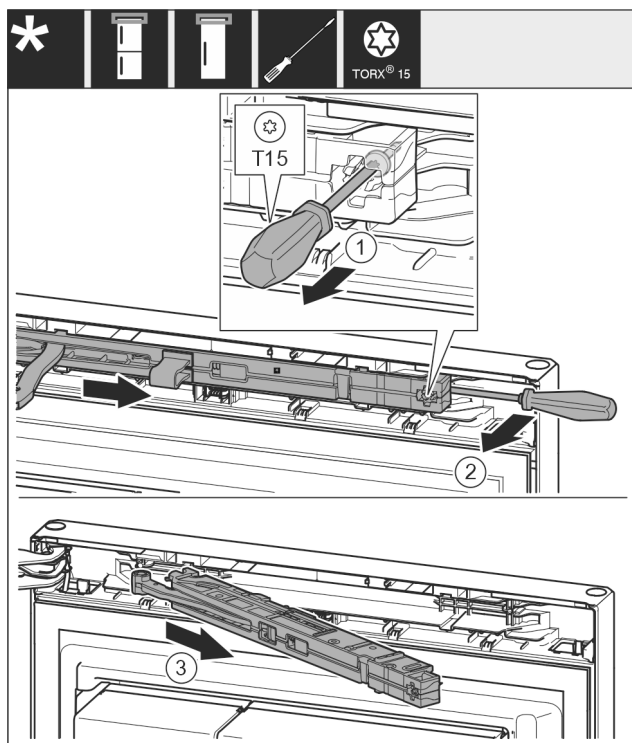

Fig. 11
- 用 T15 螺丝刀将减震器单元上的螺钉松开约 14 mm。 Fig. 11 (1)
- 将螺丝刀移向把手侧关门阻尼单元的背面并将单元向前转动。 Fig. 11 (2)
- 拉出关门阻尼单元。 Fig. 11 (3)